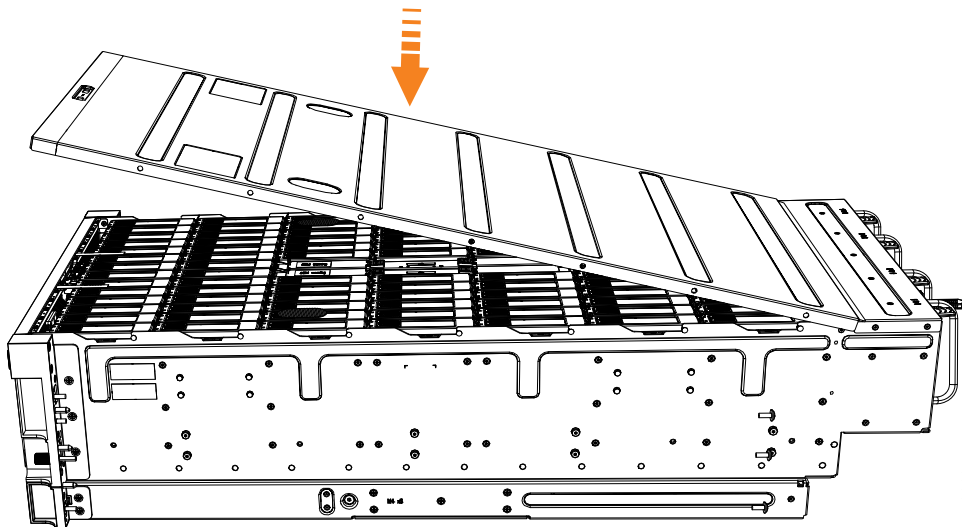

Abbildung 78. Obere Abdeckung von 2145-92F ausrichten
1. Senken Sie die Abdeckung vorsichtig ab und stellen Sie sicher, dass sie korrekt an der Rückseite des Gehäuses ausgerichtet ist (siehe Abb. 78).